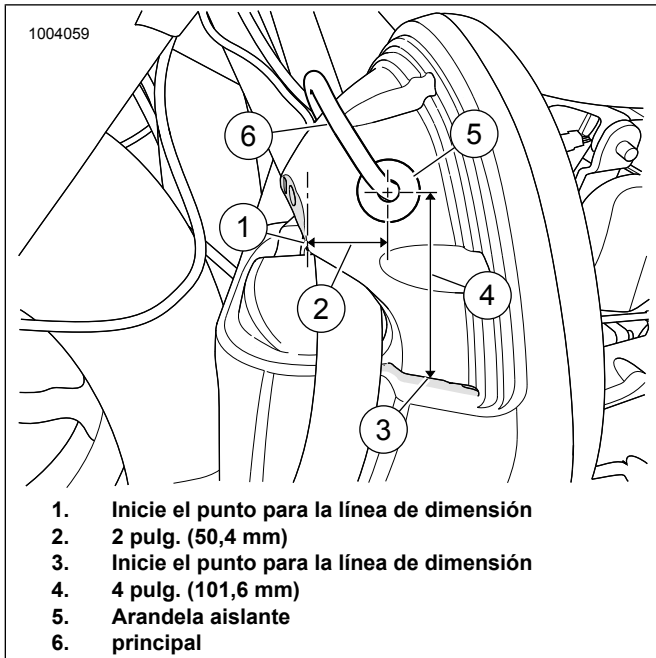

Figura 11. Se muestra el fuselaje inferior izquierdo
8. Consulte la Figura 11. Marque la ubicación del agujero piloto en un lado exterior del fuselaje inferior.
- a. Inicie el punto para la línea de dimensión (1) (parte trasera del fuselaje inferior).
- c. Inicie el punto para la línea de dimensión (3) (dentro del doblé).